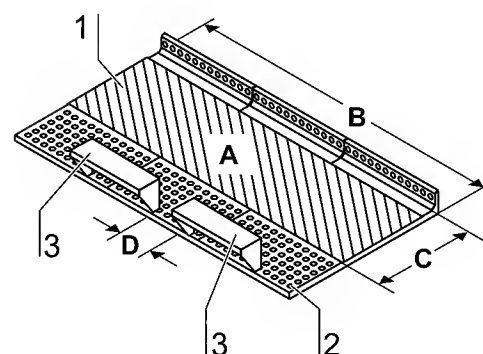

Fig. 10
**Fig. 10:** La zona di lavoro **A** per una protezione ottimale del prodotto si estende per tutta la larghezza **B** e la profondità **C** del piano di lavoro [3]. I due braccioli [3] opzionali vengono posizionati ad una distanza **D** (20 cm) l'uno dall'altro, al centro del piano di lavoro [1], oppure sui segmenti del piano di lavoro. Per il fissaggio, i braccioli vengono inseriti nella seconda fila perforata [2] del piano di lavoro.